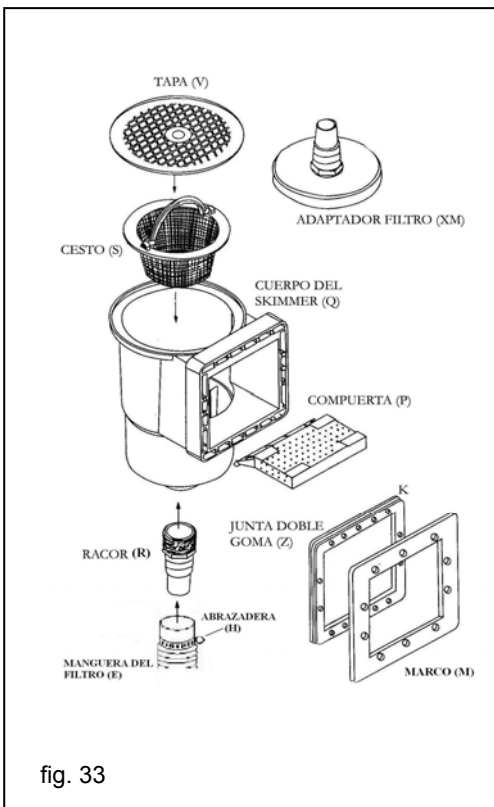

fig. 33
Situé la junta doble de goma (Z) de manera que dentro de su ranura (K), quede la chapa y el liner (fig. 33).